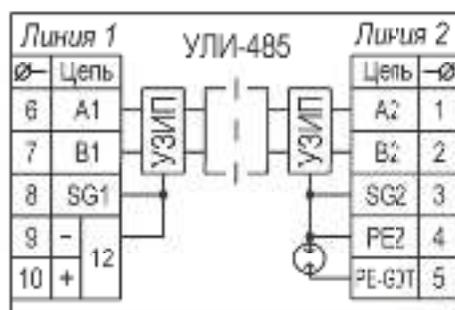

Рис.1
3. Структурная схема УПИ-485 приведена на рис.1.